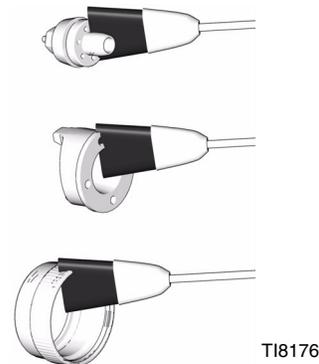

FIG. 18
11. Frote el anillo de retención del cabezal de aire, el cabezal de aire y la boquilla de fluido con el cepillo de cerda suave (vea FIG. 18). Para limpiar los orificios del cabezal de aire, utilice un objeto suave, tal como un palillo de dientes, para evitar dañar las superficies críticas. Limpie el cabezal de aire y la boquilla de fluido como mínimo diariamente. Algunas aplicaciones requieren una limpieza más frecuente. No empape el anillo de retención del cabezal de aire en disolvente durante períodos prolongados.